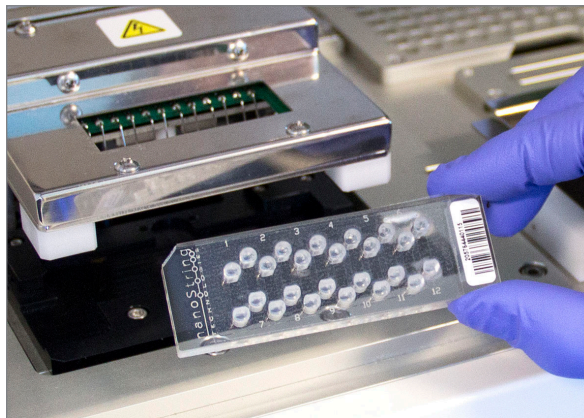

FIGURE 5.18 : Insérer une cartouche non usagée dans la Prep Station, en respectant l'orientation illustrée
- b. Insérer une cartouche d'échantillon en-dessous du bloc électrodes en respectant l'orientation illustrée dans la **FIGURE 5.18**. Placer la cartouche sur le plateau et la faire glisser en position, en évitant les électrodes. S'assurer qu'elle est complètement logée dans le creux. Si elle est correctement positionnée, un verrou se déclenche pour maintenir le bloc en place. Si elle n'est pas correctement installée, les électrodes pourraient se courber quand le dispositif de verrouillage est fermé.